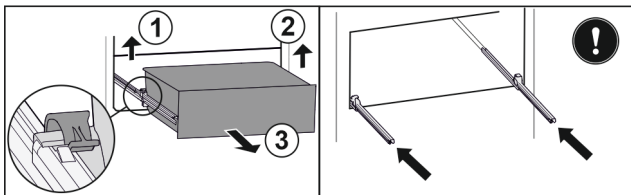

Fig. 55
- ▶ Повдигнете лявата скоба и едновременно с това изтегнете напред чекмеджето отляво. Fig. 55 (1)
- ▶ Повдигнете дясната скоба и едновременно с това изтегнете напред чекмеджето отдясно. Fig. 55 (2)
- ▶ Извадете чекмеджето напред. Fig. 55 (3)